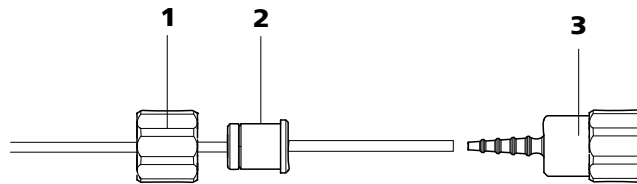

Abbildung 30 Pumpschlauch-Verbindung ohne Filter installieren
- **Fall B:** eine Pumpschlauch-Verbindung **ohne Filter** (6.2744.160) (siehe Abbildung 30, Seite 54) anschliessen.